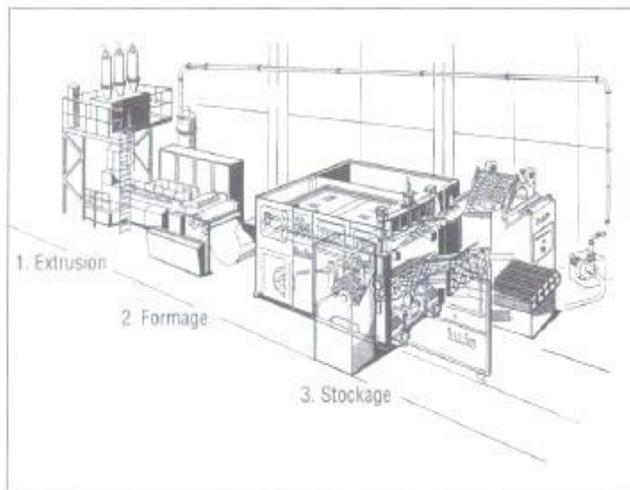

Fig. 2. Installation industrielle de fabrication de gobelets de grande productivité.
3. Régler la pince de basculement selon l'épaisseur de plaque à thermoformer (fig. 2) ;
Bien que la méthode soit relativement simple, l'industrie utilise dans la plupart des cas des machines spéciales pour ce type de mise en œuvre (fig. 2).
Selon la taille des pièces, il est réalisé par un four ou par des panneaux infrarouges. On peut thermoformer directement en sortie d'extrusion de la plaque. Les panneaux IR sont montés sur un chariot inférieur et un supérieur (fig. 2) qui sont placés de chaque côté de la feuille pour la chauffer directement des deux côtés. Cette solution est très avantageuse dans le cas de plaques épaisses. Le temps de chauffage est relativement long : 2 à 10 min pour 1 mm d'épaisseur (fonction de la matière et de sa couleur). Le système de fixation de la plaque sur le cadre provoque le refroidissement des bords par la fuite de chaleur à travers le châssis métallique de la machine. On compense ces pertes par des dispositifs spéciaux tels que l'écran réflecteur, l'isolation du serre-flan, le chauffage individuel. La puissance des organes chauffants est de l'ordre de 25 à 30 kW.m². La température de chauffage (20 à 30 °C minimum au-dessus de T_v) dépend de la matière. On a intérêt à chauffer la matière à la température minimale admissible pour augmenter la cadence du formage.